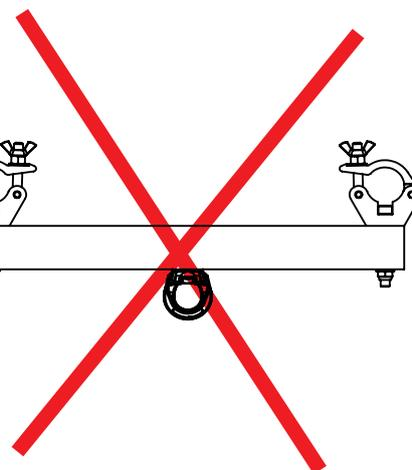

Abbildung 5
- Abbildung 5 Traversenhalbschellen nicht auf der gleichen Seite wie die hochfester Ringschraube
Nachdem die Traversenschellen (1) im richtigen Abstand an dem Aluminium Quertäger (Abbildung 5) verschraubt sind, kann die LT2-x an der Traverse montiert werden. Die Traversenschellen (1) werden dazu um die Hauptrohre der Traverse gelegt und geschlossen. Die Haltemutter M12 (6) der Traversenschellen (1) sind mit einem Anzugsmoment von 30 Nm anzuziehen und mit den Flügelmutter (7) handfest zu kontern.